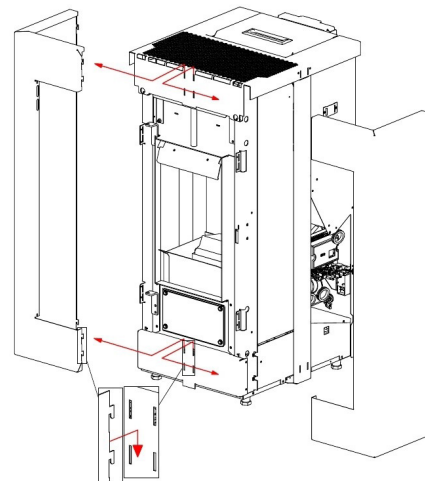

Fig. 50 - Aushaken der Seiten
- Die vorderen Seiten aushaken (siehe **Fig. 50 a pag. 26**).